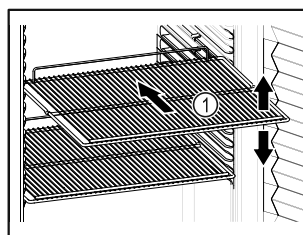

Fig. 86 Przykładowa prezentacja
- Jeśli ruszty do składowania Fig. 86 (1) są ruchome, należy je ustawić odpowiednio do wysokości.